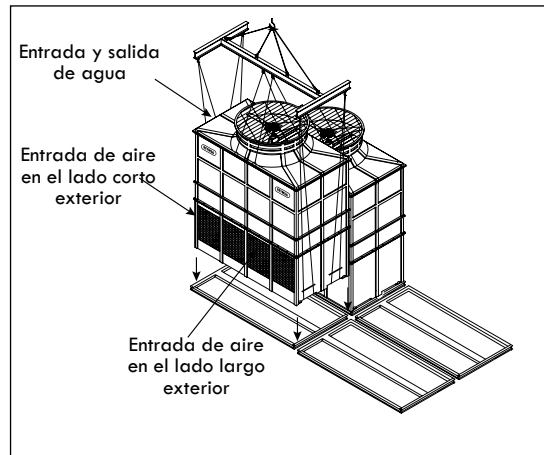

Figura A-104: Orientación -X; Levantamiento e instalación del segundo módulo T2 (Modelos RTGM y RTGMTC)
- C. Levante el segundo módulo y colóquelo sobre la superficie de aislamiento y la base de acero, cuidando que la entrada y salida de agua estén orientadas hacia afuera, y el lado largo sin entrada de aire hacia el interior, en paralelo al lado largo del primer módulo (ver Figura A-104).